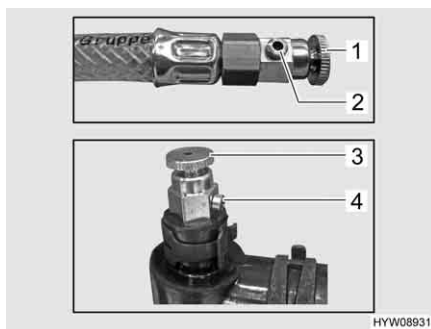

Fig. 226 Valvole di sfiato (riscaldamento ad acqua calda)
- Aprire la valvola di sfiato (Fig. 226,1 o 3) e lasciarla aperta finché non esce più aria dall'apertura della valvola (Fig. 226,2 o 4).